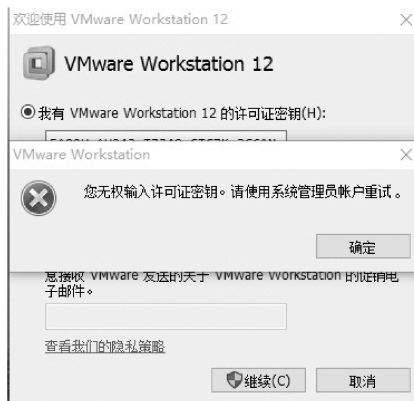

图 12-8 激活出现的问题
3. 安装完成后，需要对软件进行激活。在激活的时候，可能会遇到如图 12-8 所示的问题。